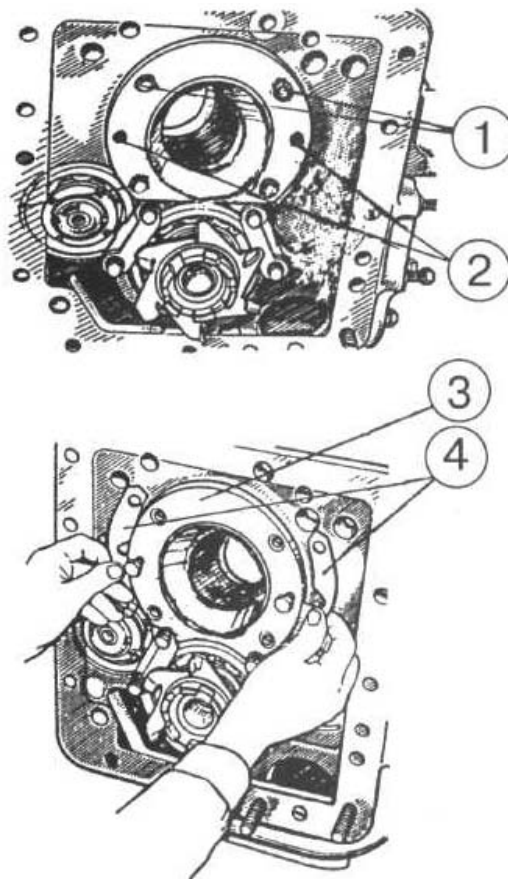

Рисунок 4.47
3) выпрессуйте наружную обойму подшипника (2) (**рисунок 4.47**) из корпуса коробки;
4) отверните болты (1), вверните два болта в демонтажные отверстия (2) затем снимите стакан (3) и прокладки (4);